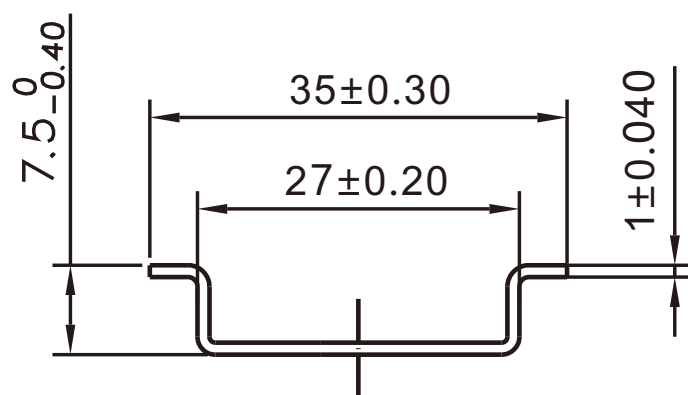

图2
断路器的外形尺寸与安装尺寸见图1、图2。
8.4 断路器采用图2所示的安装轨安装。